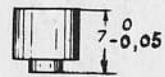

Fig. 5
- 2°) Si votre outillage le permet, vous pouvez réaliser le montage de série (bouchon aluminium (2), voir fig. 5). Cette opération est très délicate. Dégager le piston automatique de 3ème (1). Raccourcir la queue du piston en opérant comme suit : Prendre le piston dans un tube fendu (MR-3045-50, voir Pl. 1, fig. 2). Attention à ne pas rayer le piston. Monter l'ensemble sur une rectifieuse de soupapes (genre BLACK & DECKER) à la place de la soupape.